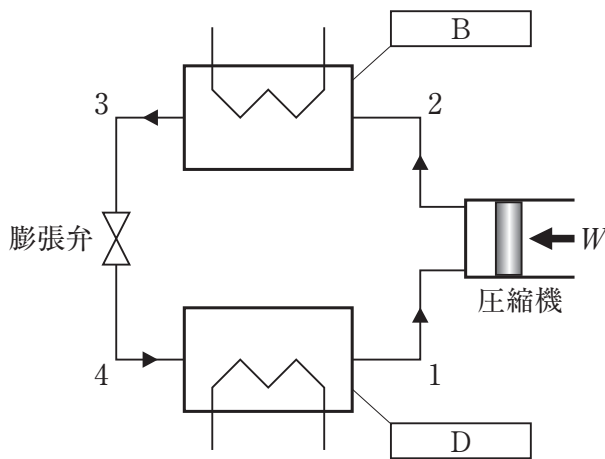
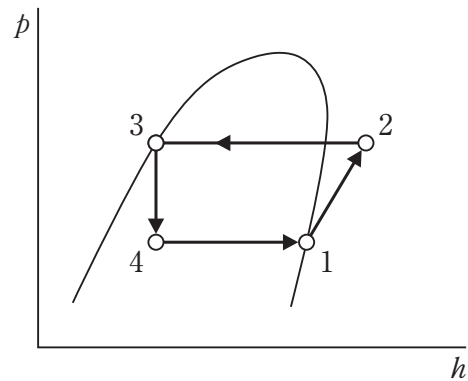

図 1 蒸気圧縮式冷凍サイクルの構成
図 2 蒸気圧縮式冷凍サイクルの $p-h$ 線図
(2) (1) の図 1 において、外部から加えられた圧縮機の仕事を $W = h_2 - h_1$ としたとき、次の①、②を計算の過程を示して求めよ。ただし、図 2 の $p-h$ 線図上の状態 1、2、3 における比エンタルピを、それぞれ $h_1 = 400 \text{ kJ/kg}$ 、 $h_2 = 425 \text{ kJ/kg}$ 、 $h_3 = 265 \text{ kJ/kg}$ とする。
- ① 冷凍機の成績係数 ϵ_R
- ② ヒートポンプの成績係数 ϵ_H